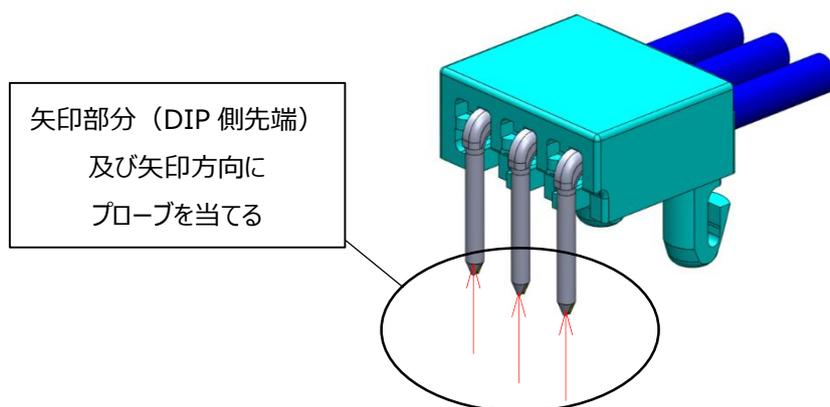

図.33 端子導通検査接点
- ①導通検査を行う時は、端子先端に 0.5N 以下の荷重で矢印部分(DIP 側先端)及び矢印方向にプローブを当てて検査を行って下さい。
0.5N 以上の荷重を加えた場合、端子変形の恐れがあります。(図 33 参照)
- ②端子に変形や傷が見られた場合は使用せず、新品と交換して下さい。